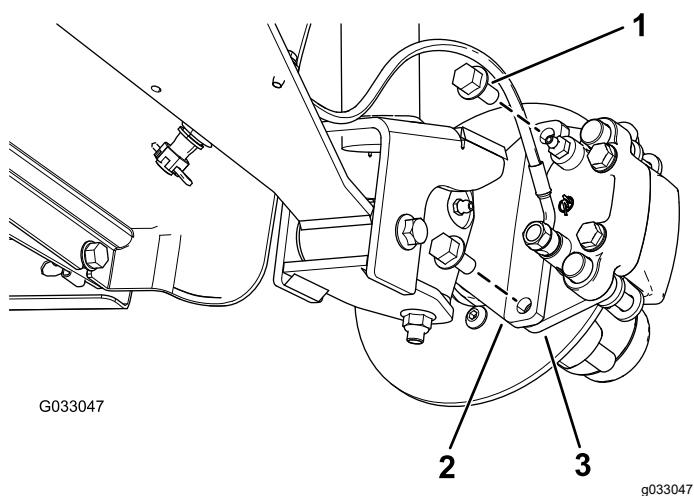

Figure 31
3. Retirez les boulons à embase ($\frac{3}{8}$ " x $\frac{3}{4}$ ") qui fixent le support du frein à la fusée et séparez le frein de la fusée (Figure 31).
2. Alignez les plaquettes de frein de chaque côté du rotor (Figure 31) et alignez également les trous dans le support d'étrier et ceux de la fixation du frein sur le porte-fusée (Figure 35).
3. Fixez le support d'étrier au porte-fusée (Figure 31) à l'aide de 2 boulons à embase ($\frac{3}{8}$ " x $\frac{3}{4}"). Serrez les 2 boulons à embase à un couple de 47 à 54 N·m.$